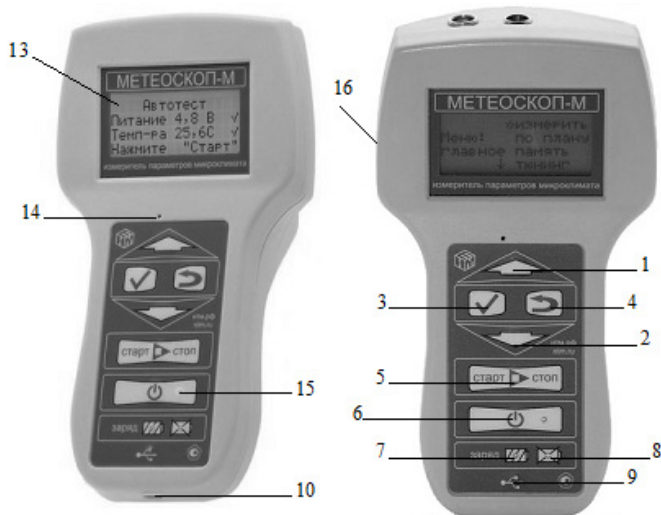

Рис.5. Внешний вид Измерителя
- вставить штекер блока питания в гнездо (16), расположенного с левой стороны Измерителя (См. рис. 5);
- вставить вилку зарядного устройства в сетевую розетку ~220В 50 Гц; при этом загорится индикатор заряда АКБ (7) (см. рис. 5) на передней панели Измерителя;
Если в процессе заряда аккумуляторных батарей произошел какой-либо сбой, индикатор процесса заряда погаснет и загорится индикатор «сбой в процессе заряда» (8) (см. рис. 5). В этом случае необходимо отсоединить блок питания от сети 220В., и выдержав паузу (1 мин.), снова включить блок питания в сеть 220В. В случае многократного повторения сбоя процесса заряда, необходимо обратиться в сервисный отдел.